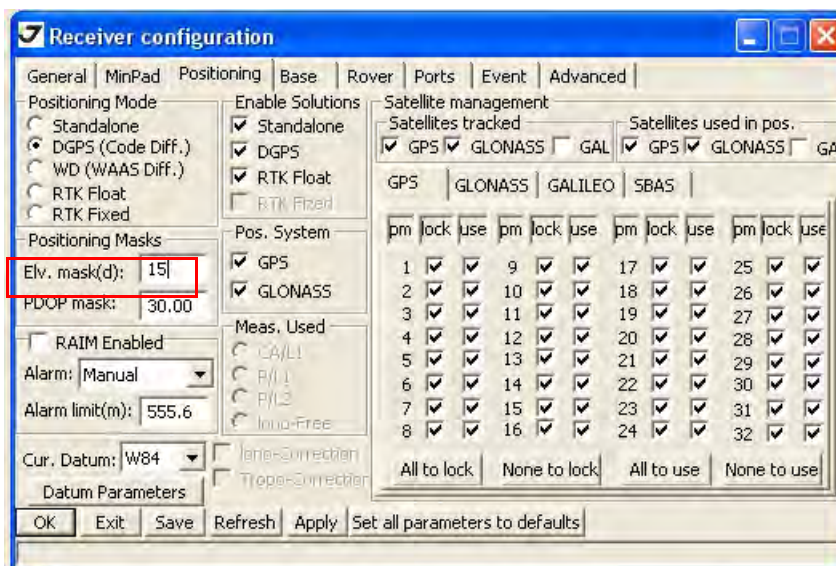

Рисунок 3-16. Настройки приемника – Elevation Mask
- Перейдите в закладку *Positioning* и установите угол возвышения (Elevation mask) 15 (Рис. 3-16), затем нажмите *Apply*.